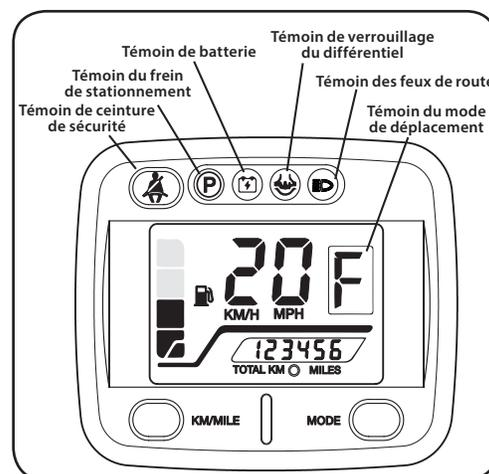
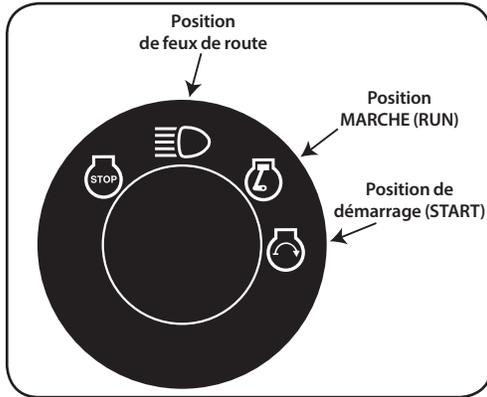
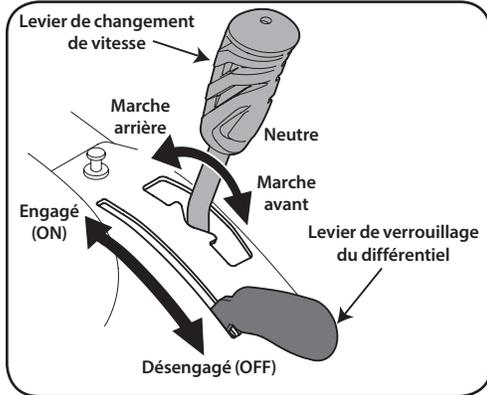

Figure 3-2
Figure 3-3
Figure 3-7
Le niveau de carburant est représenté par 5 barres. Le témoin de niveau bas de carburant clignote lorsqu'il reste 1 barre. Voir Figure 3-2.
Le bouton « KM/MILE » sert à changer l'affichage en km/h ou en mi/h. Voir Figure 3-2.
Le compteur d'heures se trouve sur l'écran d'affichage. Pour afficher le compteur d'heures, pressez le bouton « MODE » afin de changer l'affichage de la vitesse de déplacement au nombre d'heures d'utilisation. Le compteur d'heures enregistre les heures d'utilisation du véhicule dès que la clé de contact est placée à la position MARCHE (RUN). Voir Figure 3-2.
Le commutateur d'allumage est situé à droite du volant de direction. Pour démarrer le moteur, insérez la clé dans le commutateur d'allumage et tournez-la dans le sens horaire à la position de démarrage (START). Relâchez la clé à la position MARCHE (RUN) lorsque le moteur a démarré. Pour allumer les feux de route, tournez la clé à la position de feux de route. Le témoin des feux de route s'allume sur l'écran d'affichage. Voir Figure 3-2 et Figure 3-3.
Pour engager le frein de stationnement, déplacez le levier du frein de stationnement vers le haut. Le témoin du frein de stationnement s'allumera sur l'écran d'affichage et le témoin du mode de déplacement clignotera pour indiquer que le frein de stationnement est engagé. Voir Figure 3-2.
Le témoin de ceinture de sécurité clignote sur l'écran d'affichage pendant 8 secondes dès que la clé de contact est placée à la position MARCHE (ON) pour rappeler au conducteur et au passager d'attacher leur ceinture de sécurité. Voir Figure 3-2.
Le levier de verrouillage du différentiel est placé sur la console centrale, entre les deux sièges. Lorsque le levier est engagé, il verrouille le différentiel arrière pour que la traction des roues arrière soit égale. Voir Figure 3-7. De plus, lorsque le levier de verrouillage du différentiel est engagé, le témoin de verrouillage du différentiel s'allume sur l'écran d'affichage. Voir Figure 3-2.
Le levier de changement de vitesse est situé sur la console centrale, entre les deux sièges, et présente trois positions (MARCHE AVANT, NEUTRE et MARCHE ARRIÈRE). Voir Figure 3-7. Le pédale de frein doit être appuyée à fond avant de déplacer le levier de changement de vitesse. La position engagée par le levier de changement de vitesse sera indiquée sur l'écran d'affichage. Voir Figure 3-2.